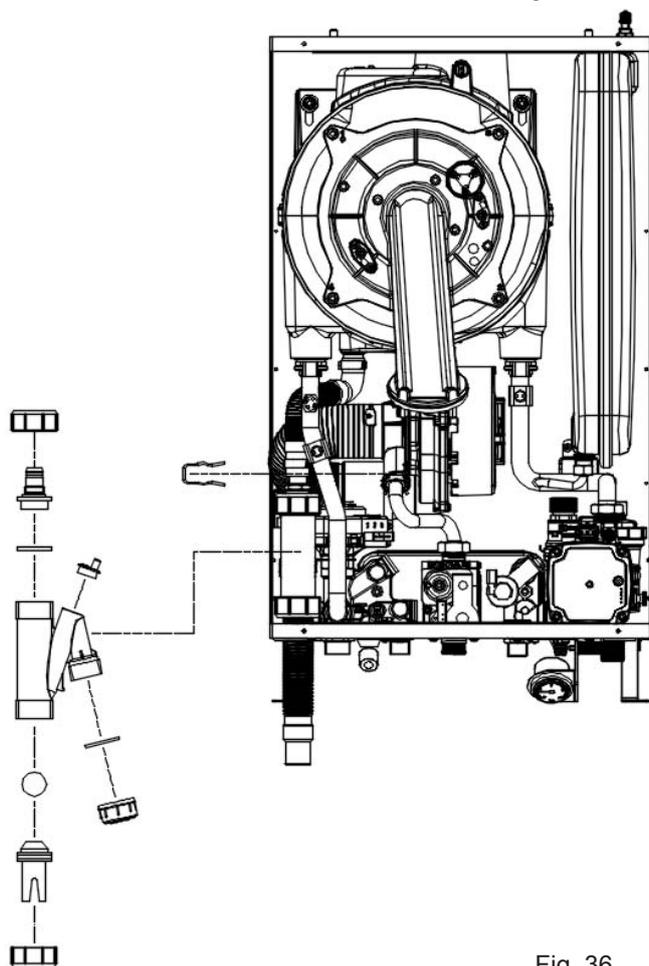

Fig. 36
6.16 PULIZIA E SOSTITUZIONE RACCOGLI CONDENSA (Fig. 36)